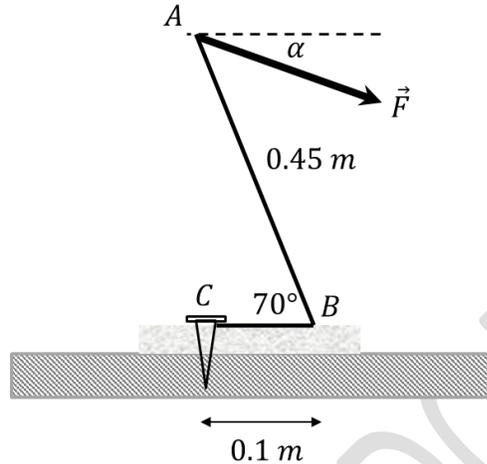

Fig. 3.11.
3.10.- Para sacar un clavo C se ocupa un *chuzo* ABC (llamado también diablito) como muestra la Fig. 3.11 y se requiere ejercer una fuerza vertical de 0.9 (kN) en el punto C. Calcular: